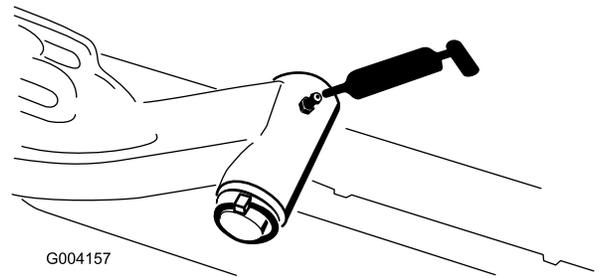

Рисунок 49
- Ось поворота подъемного рычага (по 1 шт.) (Рисунок 49)